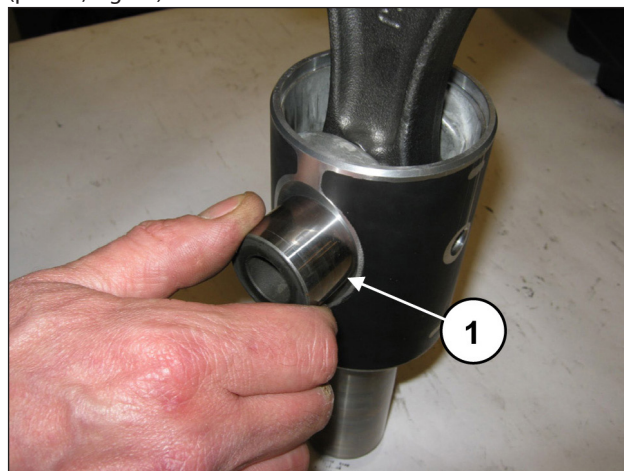
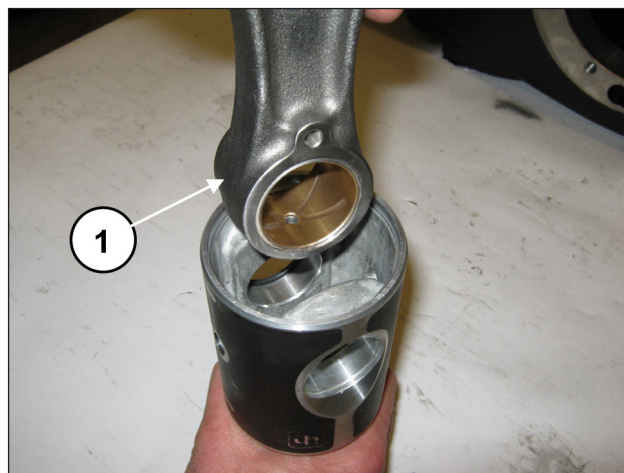

Fig. 38
Fig. 39
Extraer la clavija (pos. ①, Fig. 38) y, a continuación, la biela (pos. ①, Fig. 39).
Introducir la biela en la guía del pistón (pos. ①, Fig. 39) y, a continuación, la clavija (pos. ①, Fig. 38). Aplicar las dos anillas de tope (pos. ①, Fig. 37).